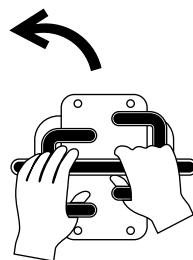

Bild 13
- Bewegen Sie den rechten Fahrantriebshebel nach vorne, um nach links zu fahren (Bild 13).